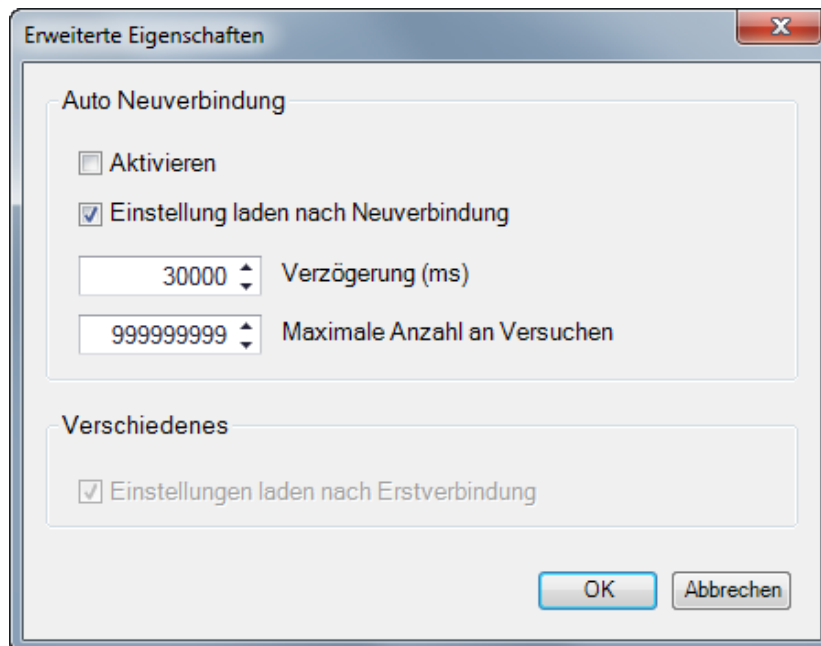

Abbildung 21-10. Erweiterte Eigenschaften, Automatische Neuverbindung
7. Die Schaltfläche *Erweitert* zeigt das folgende Fenster an. Es enthält Optionen für die Aktivierung einer automatischen Neuverbindung, die Verzögerung zwischen den erneuten Versuchen in ms und die maximale Anzahl an Versuchen. (Abbildung 21-10)